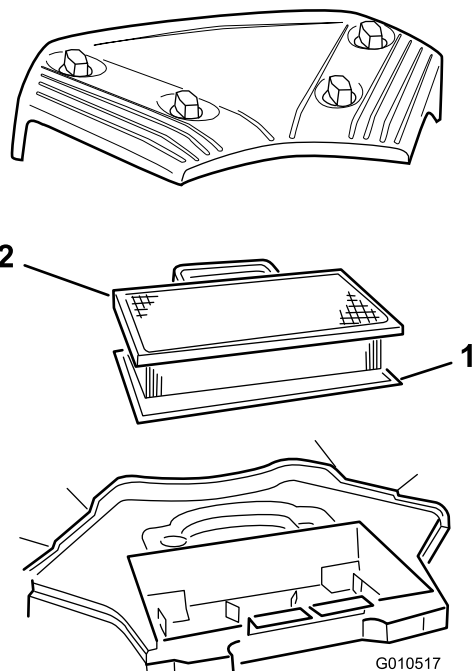

Figure 22
3. Sortez la cartouche en papier et l'élément en mousse (Figure 22).